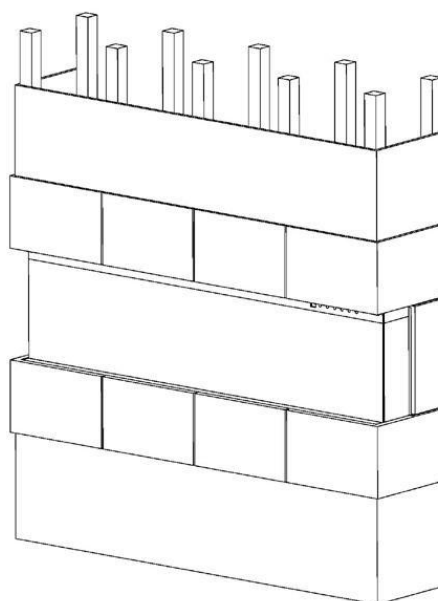

Fig.3-5
8. Decorare il compensato o il muro a secco con piastrelle smaltate, carta da parati, ecc. Fig.3-5